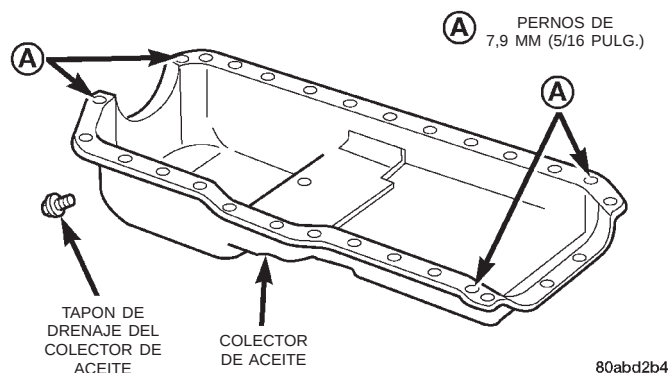

Fig. 52 Posición de los pernos de 7,9 mm (5/16 pulg.) del colector de aceite
(6) Coloque el colector de aceite sobre las espigas y sobre la junta. Si el vehículo está equipado con sensor de nivel de aceite, tenga cuidado de no dañar el sensor.
(7) Instale los pernos de 6,35 mm (1/4 pulg.) del colector de aceite. Apriete estos pernos con una torsión de 9,5 N·m (84 lbs. pulg.). Instale los pernos de 7,9 mm (5/16 pulg.) del colector de aceite (Fig. 52). Apriete estos pernos con una torsión de 15 N·m (132 lbs. pulg.).
(14) Conecte el tubo de escape a la péndola y al tubo múltiple de escape del motor.
(15) Instale los tubos de refrigeración del aceite de la transmisión (si está equipado) y los soportes de cableado del sensor de oxígeno que lo fijan a los espárragos del colector de aceite.
(16) Instale el tapón de drenaje del colector de aceite (Fig. 52). Apriete el tapón con una torsión de 34 N·m (25 lbs. pie).
(17) Baje el vehículo.
(18) Conecte el cable negativo a la batería.
(19) Llene el colector de aceite con aceite de motor hasta el nivel especificado.